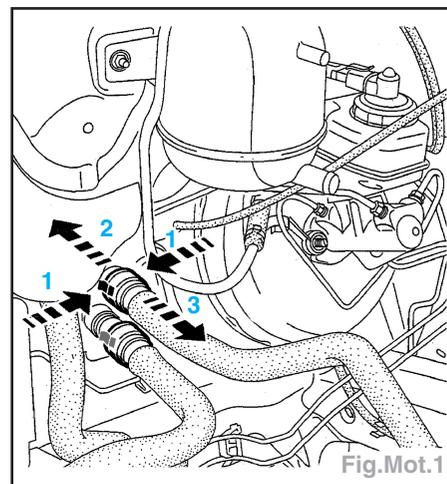

Fig.Mot.1
- Débrancher les durits du radiateur de chauffage, sur le tablier (Fig.Mot.1) (suivre l'ordre numérique).